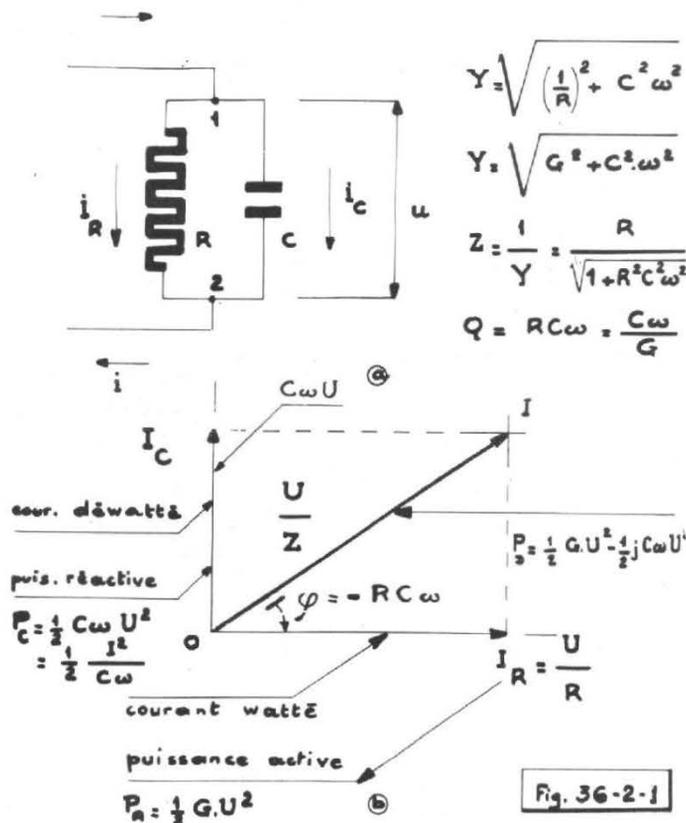

Fig. 3.6.2-1 : Représentation de Fresnel et calculs correspondant au circuit RC monté en dérivation.
2) Le déphasage, dû à l'admittance, est compris entre 9 et $-\pi/2$ et la tangente correspondante prend la forme $-RC\omega$, ou $-\omega T$, avec T , constante de temps, en seconde, du réseau (fig. 3.6-2-1, c), variable avec la pulsation ω ($= 2\pi f$).